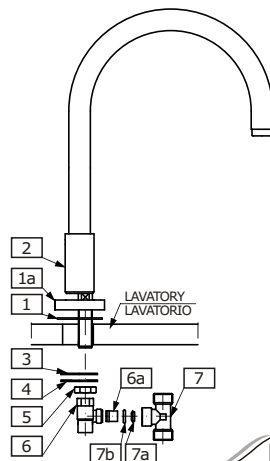

FIG. 4b
See fig. 4b
- Position seal o-ring (1) in underside cavity of spout base (1a). Be sure o-ring is fully seated in groove.
- Position spout (2) onto spout base (1a). From underneath the sink place rubber washer (3), metal washer (4) and mounting nut (5) over the shank and tighten.
- Screw on the diverter (6) with check valve (6a) onto spout shank. Make sure that the nozzle (7a) and seal o-ring (7b) are inside of the T-connection (7). Next screw on the T-connection (7) onto diverter (6) as shown in (fig. 4b) firmly but do not overtighten.
Vea fig. 4b
- Coloque la arandela de anillo (1) en la cavidad de la superficie inferior de la base del grifo (1a). Asegurese de que el anillo o está asentado completamente en la base.
- Coloque el grifo (2) sobre la base del grifo (1a). Por debajo del lavatorio coloque la arandela de (3), la arandela del metal (4) y la tuerca de montaje (5) concluido este ajuste las piezas.
- Atornille en el desviador (6) con la válvula de chequeo (6a) en el cuerpo del grifo. Cerciórese de que el inyector (7a) y la arandela de anillo (7b) estén dentro de la „conexión T” (7). Seguidamente atornille la „conexión T” (7) sobre el desviador (6) según lo demostrado en (fig. 4b) firmemente pero no ajuste demasiado.